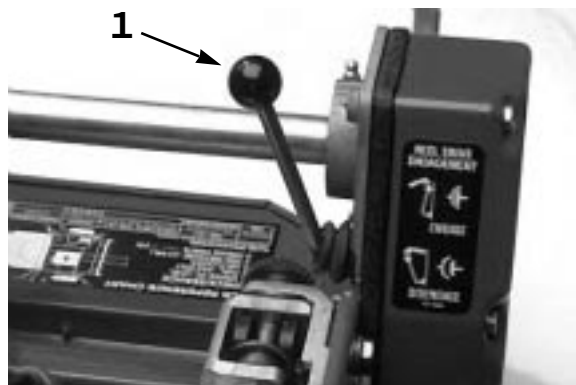

図 21
### リール回転レバー (図21)
1. 走行レバー (図20) とリール回転レバー (図21) が両方とも「解除」位置にあることを確認する。